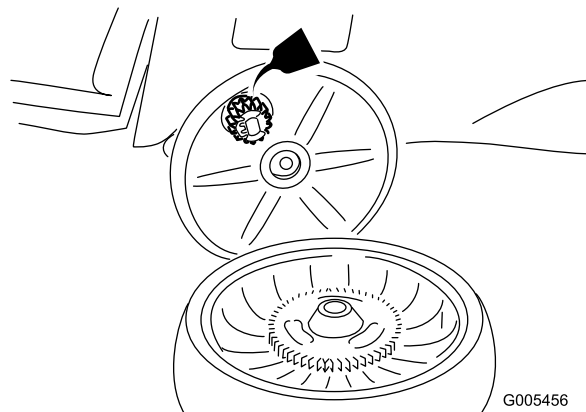

Figura 28
2. Aplique aceite lubricante a los engranajes según se indica (Figura 28).